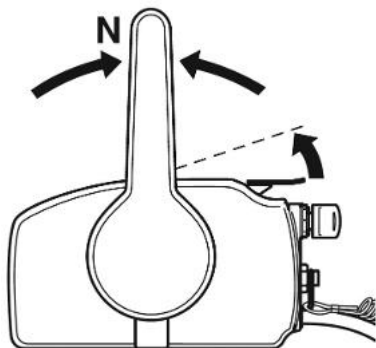

Рис. 28 Положение рычага для запуска двигателя
- Установите рычаг управления дроссельной заслонкой в положение для запуска (Рис. 28). Поднимите рычаг до возникновения сопротивления, затем поднимите рычаг еще немного.